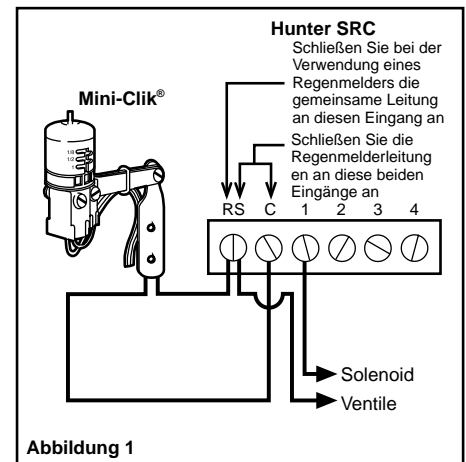

Abbildung 1
- Schließen Sie eine Leitung an den RS-Eingang und die andere Leitung an den C-Eingang an (Siehe Abbildung 1).